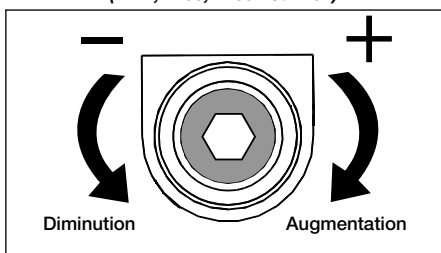

Figure 14, Vis de réglage de la soupape de retour
4. Au moyen d'une clé Allen de 7/32", desserrer la vis de réglage de la soupape de retour sur près de 2 tours. Voir Figure 14.